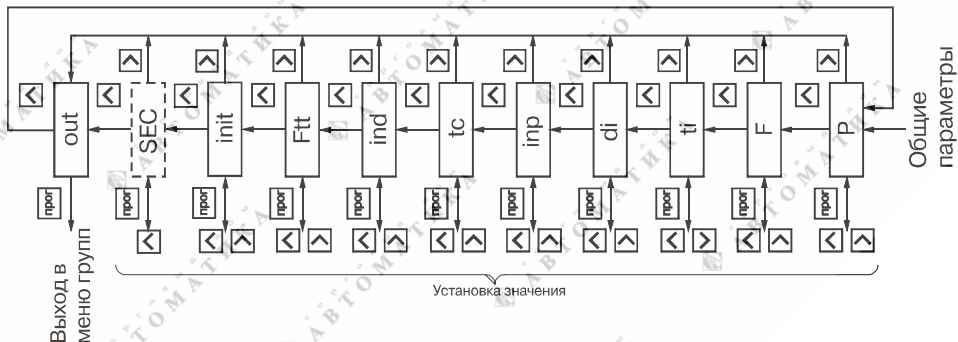

Рис. 25
6.1.8. Группа "**GrouP_C**" (рис.25) содержит параметры, **inP** и **tc**, определяющие режим работы входного коммутатора коэффициенты предделителя **P** и умножителя **F**, время измерения **ti** и начальное смещение **di** для расходомера, а также режимы работы, счетчика времени **Ftt**, индикации **ind** и сброса счетчика импульсов при подаче питания на прибор **init**.